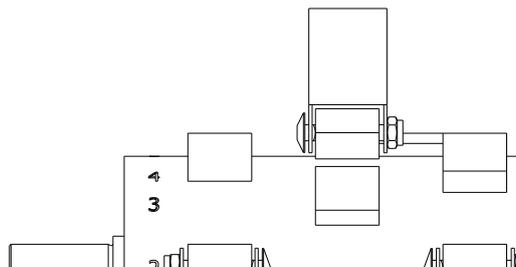

Fig.15
**Para a posição correcta dos suportes e lâminas veja a fig. 15.**